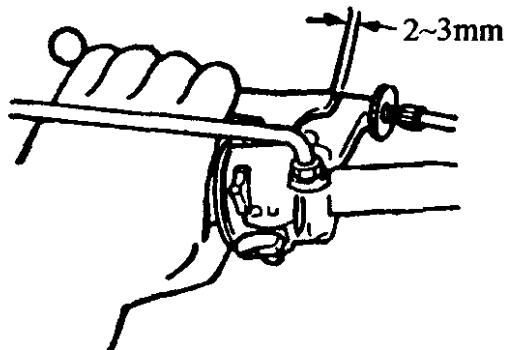

图 1-2 检查离合器握把自由行程
(5) 检查离合器握把自由行程量。如图 1-2 所示,离合器握把自由行程量一般为 2~3mm。检查时,可启动发动机,支起中间支架使后轮悬空,然后挂挡使后轮旋转。若握紧离合器握把后,后轮逐渐停了下来,或将尚在旋转的后轮制动后,抬起制动踏板后轮不再旋转,即说明离合器握把自由行程最合适。
(6) 检查油门转把转动是否灵活。加大油门后放开手,